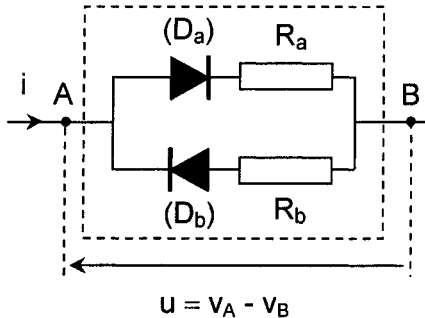

Figure 7
Considérons le dipôle (AB) représenté sur la figure 7, pour lequel (D_a) et (D_b) sont deux diodes idéales identiques.